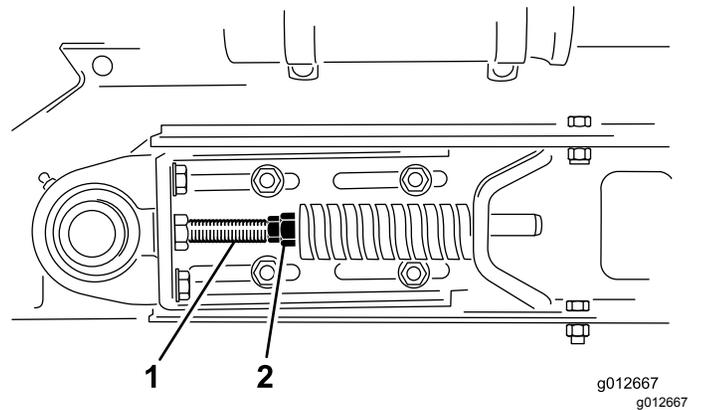

图24
1. 拧松张力杆上的前、后锁紧螺母以放松弹簧的张紧力图24。